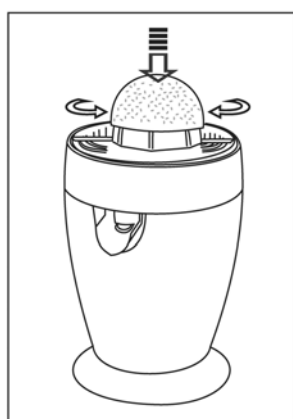

Fig. 2
2. Scegliere il cono di frizione che corrisponde alla frutta da spremere. Il piccolo cono di frizione rimane sempre sull'apparecchio, quello grande gli viene infilato sopra. Il motore si avvia quando un frutto (dimezzato) viene compresso sul cono di frizione. Se ci si ferma un momento con la pressione per poi riprendere subito a premere, il motore muta la sua direzione rotatoria. Grazie a questo cambio di rotazione si ottiene un maggior quantitativo di succo (fig. 2).